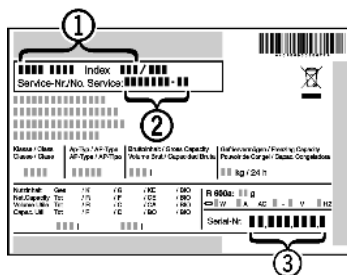

Fig. 11
- Označení přístroje *Fig. 11 (1)*, servisní číslo *Fig. 11 (2)* a sériové číslo *Fig. 11 (3)* naleznete na typovém štítku. Identifikační typový štítek je umístěn na levé vnitřní stěně přístroje.
- Informujte zákaznický servis a sdělte poruchu, označení přístroje *Fig. 11 (1)*, servisní číslo *Fig. 11 (2)* a sériové číslo *Fig. 11 (3)*.